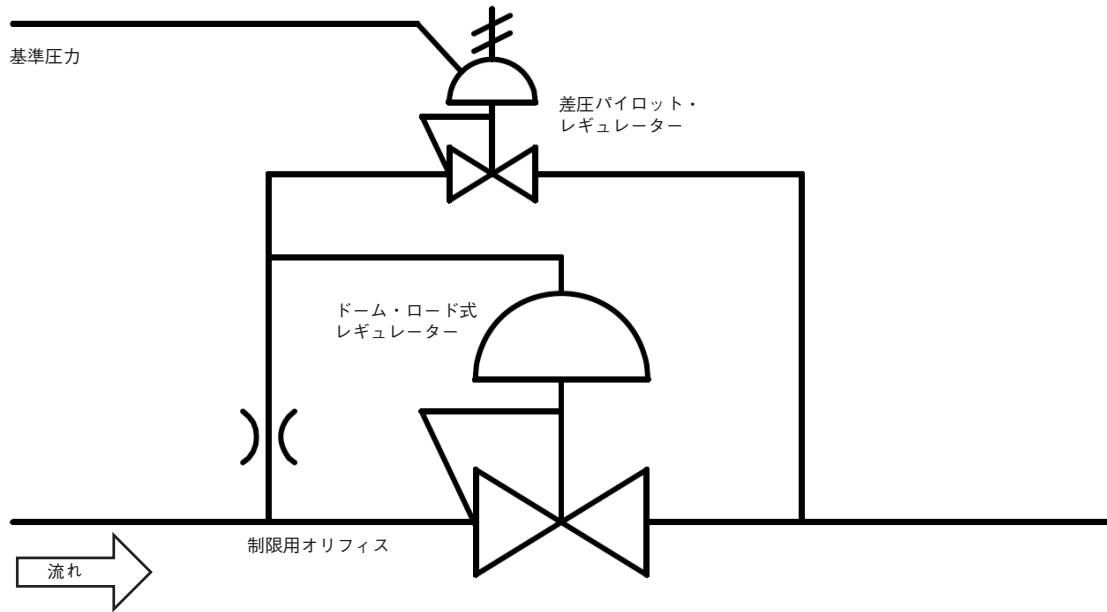

図 3
- **差圧パイロット制御**：本セットアップでは、基準圧力ラインを内蔵パイロット・レギュレーターに接続することが可能です(図3)。その後パイロット・レギュレーターを調整することで、バイアス圧力を設定することができます。メイン・レギュレーターは、基準圧力にバイアス圧力を加えた圧力に設定されます。